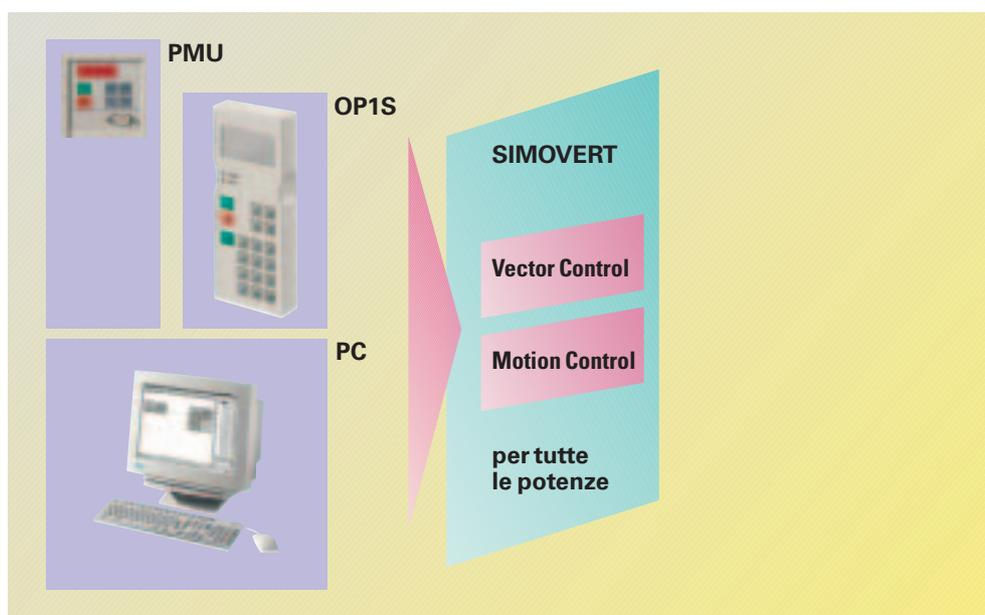

Fig. 2/3
- le schede di comunicazione e/o le schede tecnologiche (opzioni), vedi fig. 2/4.